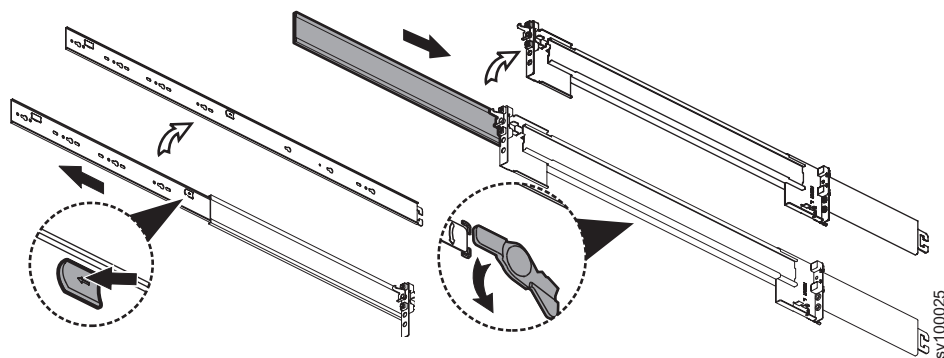

图 22. 拆下内部导轨部件
3. 拆下一个导轨（包含 3 个部件）的内部部分，如图 22 中所示。